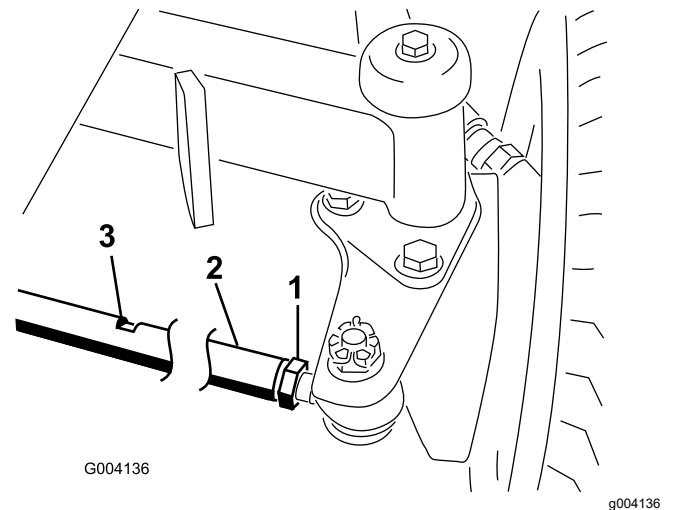

Figure 61
2. Desserrez l'écrou de blocage à chaque extrémité de la biellette (**Figure 61**).
3. Pour faire pivoter les roues, tournez la biellette au niveau des méplats (**Figure 61**).
6. Serrez l'écrou de blocage à chaque extrémité de la biellette (**Figure 61**).